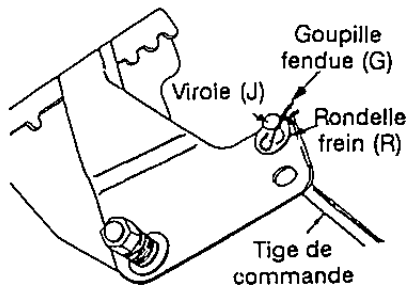

FIGURE 12
jusqu'à ce que la virole soit alignée avec le trou du haut du levier de vitesses. Installez la virole du côté gauche de la souffleuse, dans le trou du haut du levier de vitesses. Maintenez le tout en place avec une rondelle plate (R) et une goupille fendue interne (G). Voir la figure 12.